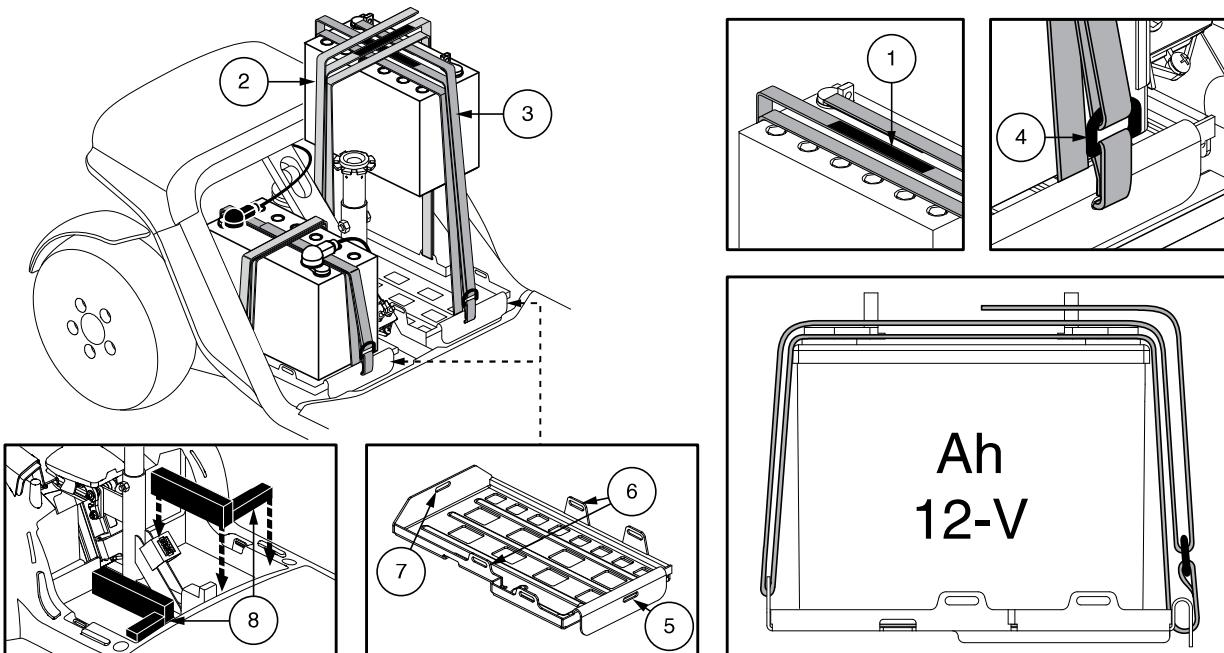

Abb. 18. Batteriesicherung für die Modelle 614 und 714
**HINWEIS:** Einige Elektromobile verfügen über Abstandhalter zur Sicherung der Batterien. Unter Umständen ist es sinnvoll, die Abstandhalter zu entfernen und sicher aufzubewahren, bis die Batterien im Elektromobil ausgetauscht worden sind. Siehe Abb. 18.